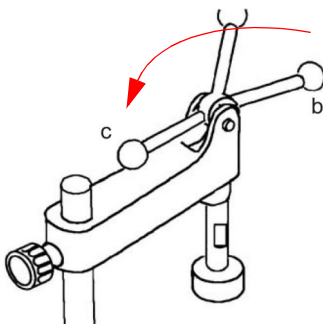

Abb. 24: Klemmhebel in Position bringen
- Schritt 5:** Um das Werkstück zu klemmen, stellen Sie den Klemmhebel von „b“ in Position „c“ (Abb. 24).